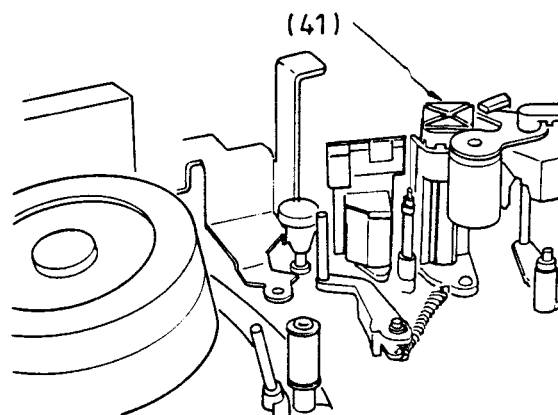

Fig. 22
- Einstellschraube (41) Fig. 22, soweit herausdrehen, bis sich Capstanstator (135) und -rotor (133) gerade berühren.
- Loosen the adjustment screw (41), Fig. 22, until the capstan stator (135) just touches the rotor (133).
- Svitare la vite di regolazione (41), fig. 22, finché lo statore (135) sfiora il rotore (133).